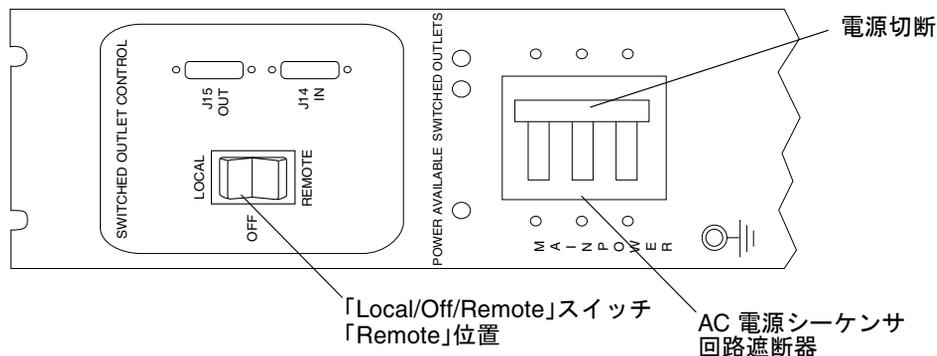

図 B-10 AC 電源シーケンサのコントロールパネル電源切断
4. ベースキャビネットと拡張キャビネット (使用している場合のみ) の正面下側と背面下側の AC 電源シーケンサの回路遮断器を押し上げてオフにします (図 B-10)。
5. ベースおよび拡張キャビネットの正面下側と背面下側の「Local/Off/Remote」スイッチを押して、「Remote」に設定します (図 B-10)。